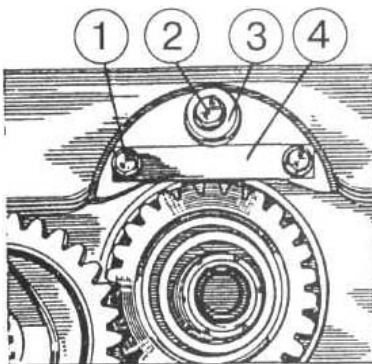

Рисунок 4.40
- а) отверните болт 2 (рисунок 4.40) и снимите шайбу упорную 3;